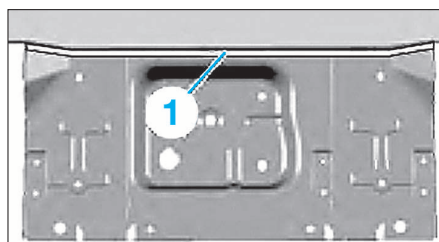

FIG. 43
- Dépointer les points de soudure dans la zone (1) (Fig.43) sur la pièce neuve.